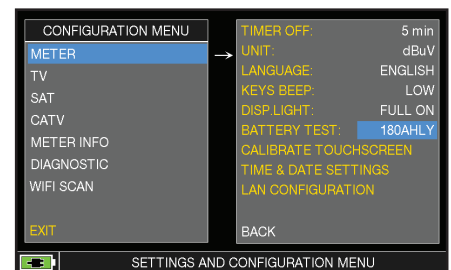

FIG. 3*
3. Pour vérifier le résultat du test, entrer de nouveau dans «METER», sélectionner la fonction «BATTERY TEST» et lire le résultat : par exemple 380 CHLY = 380 MINUTES (Fig.3). Le «Y» de «YES» confirme que la batterie est encore suffisamment chargée, mais le «N» de «NO» indique qu'elle est peut-être en panne ou trop détériorée, ou que le cycle a été interrompu.